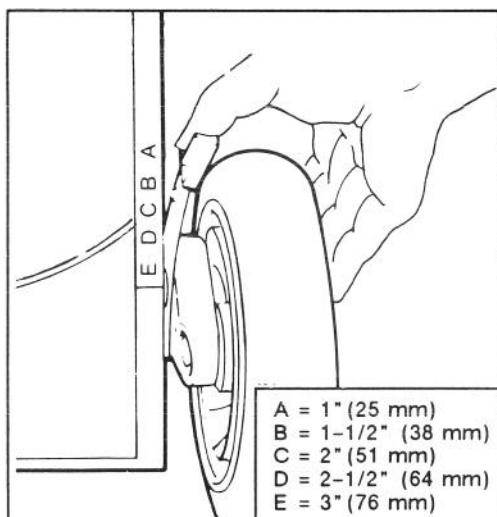

Figure 16
Cinq lettres moulée dans le carter représentent chaque augmentation progressive (Fig. 16).
2. Pour faire le réglage plus facilement, soulevez le carter de façon que la roue ne touche pas le sol. Ne pas placer les doigts sous le carter pour soulever la tondeuse. Serrez le levier de réglage vers la roue et déplacez à l'ajustement désiré (Fig. 16). Assurez-vous que la cheville du levier de réglage s'engage dans l'encoche du carter. Réglez toutes les roues à la même hauteur.